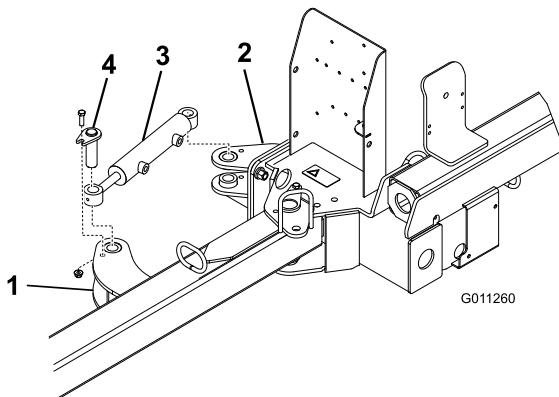

Figura 6
2. Fissate ogni estremità del cilindro idraulico a una linguetta dell'attuatore con un gruppo perno, un bullone (¾" x 1¼") e un dado flangiato (¾") (Figura 6).